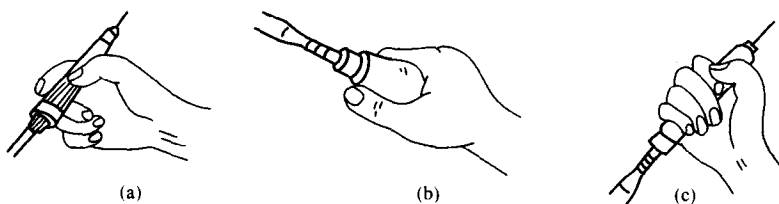

图 1-17 电烙铁的三种握法
1) 焊接时的姿势和手法。一般为坐着焊,工作台和座椅的高度要适当。挺胸端坐,操作者鼻尖与烙铁尖的距离应在 20cm 以上,选好烙铁头和适当的握法。烙铁的握法一般有三种,如图 1-17 所示。